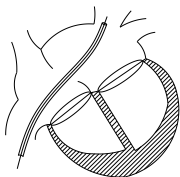

Figure 5. Illustration de la progression de la gaine dans le cœur
- Flusher le dilateur et la gaine avec une solution saline puis insérer le dilateur dans la gaine et serrer le collier de serrage pour garantir que le dilateur et la gaine sont parfaitement reliés. Faire avancer la gaine avec le dilateur sur le fil-guide d'échange à travers la communication septale dans la veine pulmonaire supérieure gauche. Retirer le fil-guide d'échange et le dilateur (cf. Figure 5).